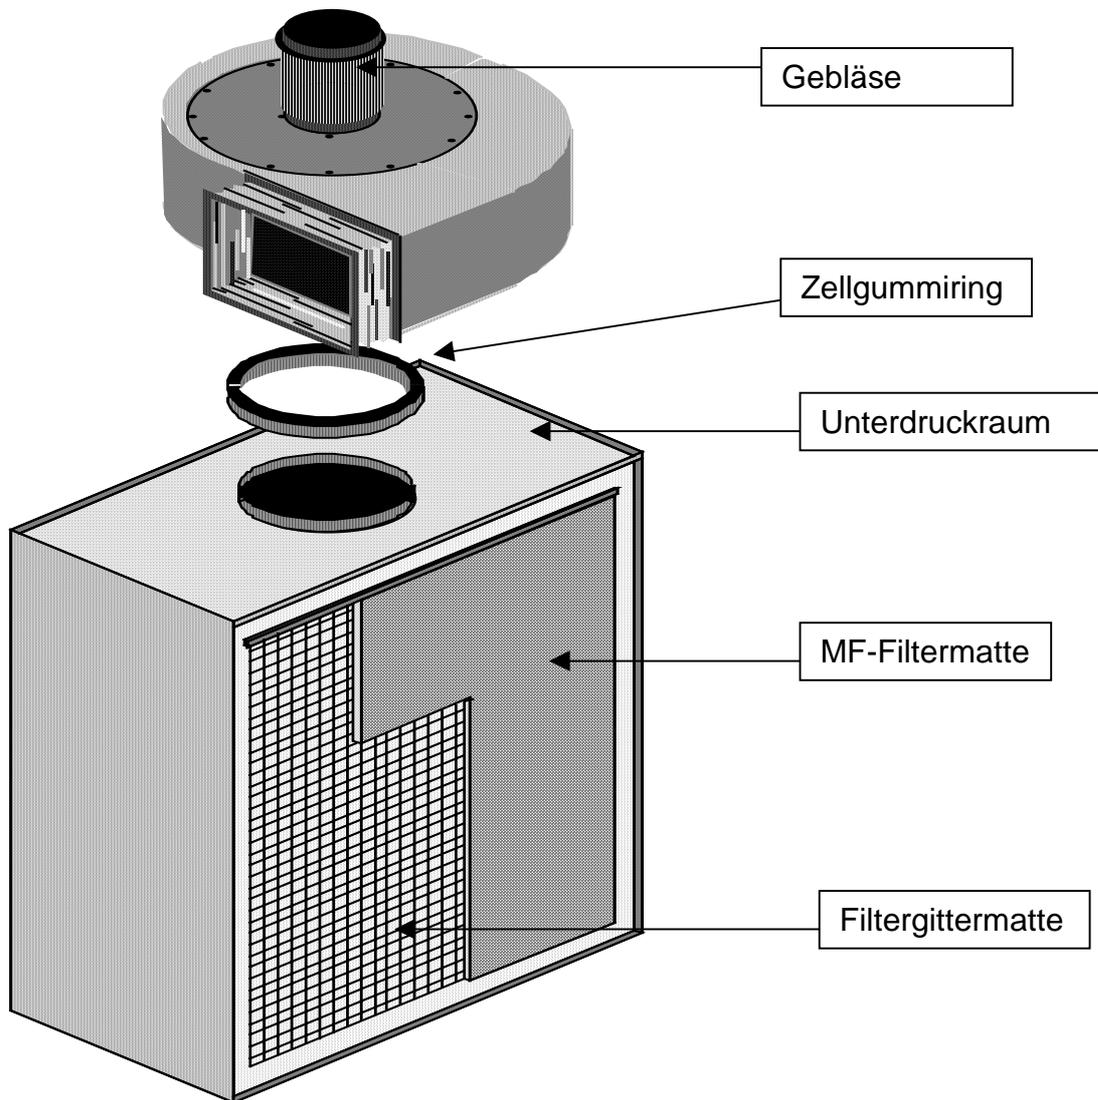

Abb. 2
4. Das linke untere Seitenblech (3) wird an das Bodenblech (1) und das Rückwandblech (2) geschraubt. Die unteren Seitenbleche sind ca. 25 mm länger als die oberen. die Abkantung des Seitenbleches liegt oben und zeigt nach innen.
5. Das untere Vorderteil (4) wird mit der Kantung nach innen auf das Bodenblech (1) aufgesetzt und mit dem Bodenblech (1) und den Seitenblechen (3) verschraubt. **ACHTUNG!!** Die Schrauben nur so fest anziehen, daß die Absaugwand später noch ausgerichtet werden kann.
6. Das rechte untere Seitenblech (3) wird von außen an das Bodenblech (1), das Rückenwandblech (2) und das untere Vorderteil (4) angeschraubt.
7. Schrauben Sie das Rückwandblech (2), das rechte obere Seitenblech (5), das obere Vorderteil (6) und das linke obere Seitenblech (5) in dieser Reihenfolge an die unteren Bleche. Achten Sie auf die Lage der Abkantungen!
8. Jetzt kann das Dachteil (7) aufgelegt und verschraubt werden. Die Abkantungen liegen innen und zeigen nach unten. Der Anschlußring für den Ventilator befindet sich oben auf dem Dachteil. Die Dachteile müssen so aufgelegt werden, daß die Anschlußöffnungen für den Ventilator weitestgehend mittig angeordnet ist.
10. Die obere Abdeckschiene (10) wird auf das obere Vorderteil (6) geschraubt.
12. Die Filtergittermatten (8) werden auf die Anschlagstreifen der Vorderteile (4) und (6) aufgesetzt und mit den seitlichen Abdeckschienen (9) arretiert.
13. Aus Sicherheitsgründen werden die Schnittkanten der Abdeckschienen (9) und (10) mit Kantenschutz-Profilgummi versehen.
14. Das Aufsetzen des Abluftventilators (18) auf das Dachteil (7) erfolgt nach Abb. 2. Der Ventilator ist um 360° drehbar und somit problemlos an das Abluftsystem anschließbar.